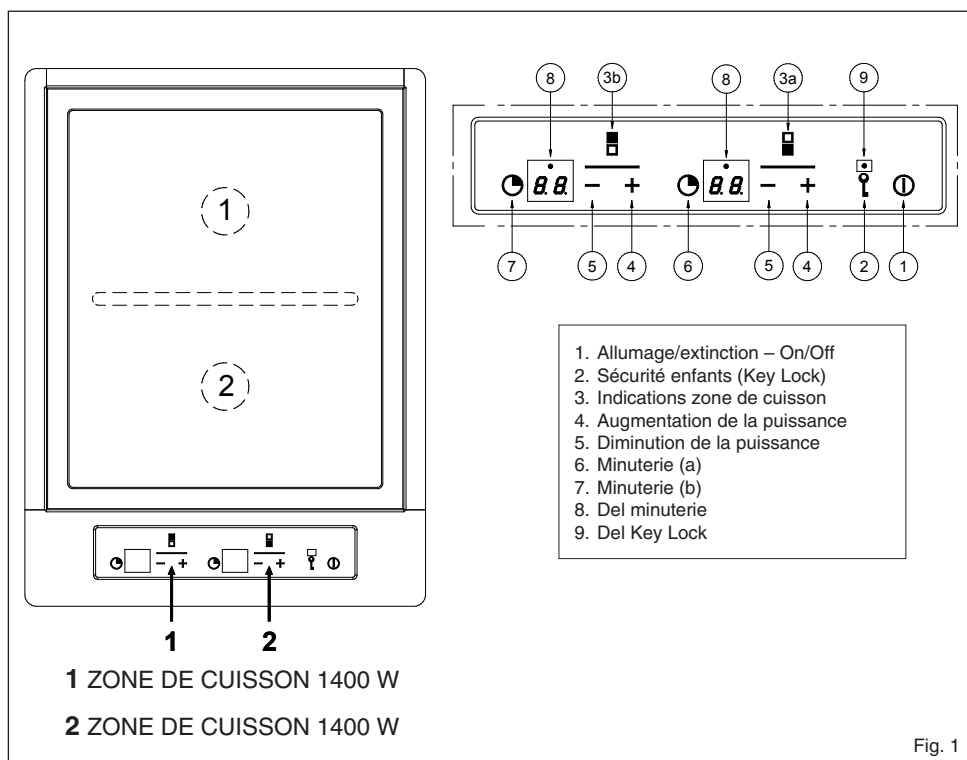

Fig. 1
- Le niveau de puissance sur lequel on peut lire la sélection (voir Fig. 1 rep. 8) permet de maintenir une température constante. On évite ainsi une surchauffe des aliments, en faveur d'une cuisson pauvre en graisses, tout en en préservant le contenu nutritif.
## Mise en marche / arrêt du Touch Control (Fig. 1)
Les niveaux de cuisson et de puissance des zones de cuisson s'affichent sur un écran (rep. 8 Fig. 1).